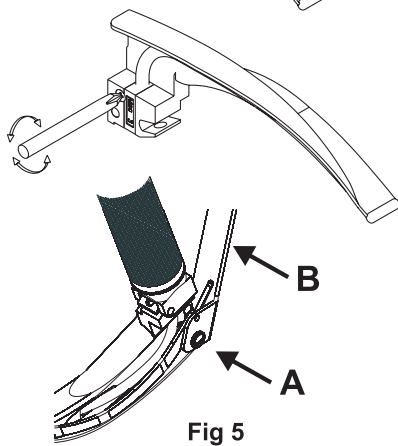

Fig 5
5. Para remover a guia de luz, primeiro remova o parafuso A para permitir a remoção da alavanca B, como mostrado na Fig 5. O mecanismo da alavanca da lâmina pode exigir articulação, antes que a guia de luz possa ser desengatada da lâmina.